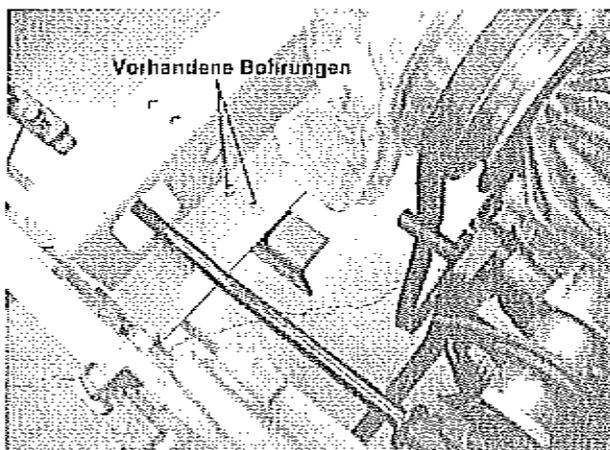

Bild 6
- Montieren Sie den Federaufnahmebügel an den vorhandenen Bohrungen - siehe Bild 6
- Positionieren Sie die Feder so, daß Sie in der Rille am Riemenspannerbolzen einhängt und verbinden Sie die Feder mit dem Federaufnahmebügel (Bild 6)